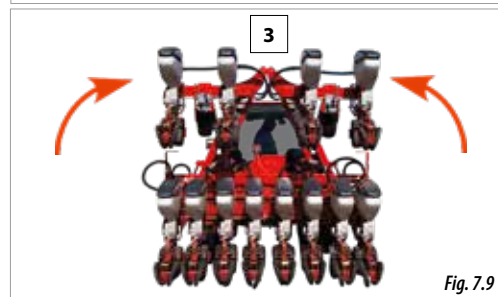

Fig. 7.9
- 4- Replier les ailes latérales (Fig. 7.9).